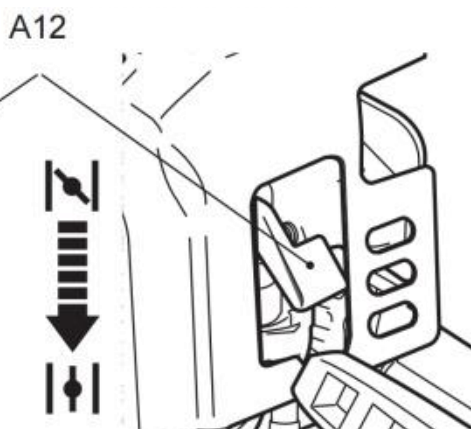

Fig. 30
2. Flytta choken (A12) nedåt till ÖPPET läge  för att öppna choken (fig. 30). Flytta choken till ÖPPET läge för varmstart och normal användning.